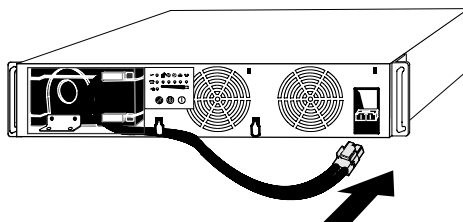

Figura 2. Conexión del Conector de la Batería Interna
3. Conecte el conector de la batería interna (consulte la Figura 2).